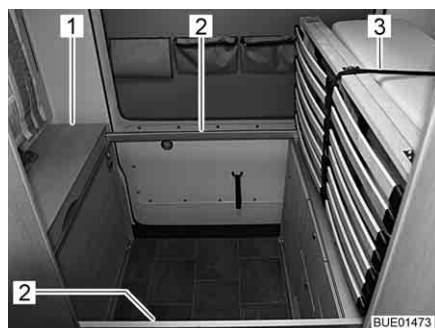
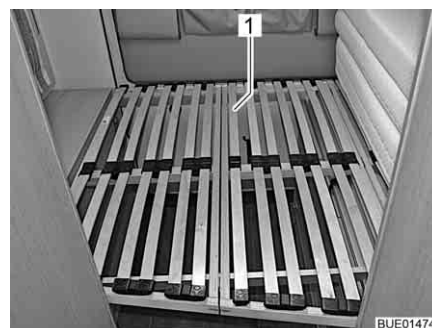

Bild 71 Hållare för hopfällbar säng
Bild 72 Ribbotten
- ▷ När locket (Bild 71,1) är stängt hålls det fast av ett magnetlås. Därför känns ett motstånd vid öppning.
- Fäll upp locket (Bild 71,1) och håll det öppet.
- Sväng ut två hållare (Bild 71,2) och lägg dem på motsatta sidan på underskåpet.
- Stäng locket (Bild 71,1).
- Öppna låset på remmen (Bild 71,3) och håll fast ribbotten under tiden.
- Fäll upp ribbotten (Bild 72,1) och lägg den långsamt på hållarna.
- Fäll ihop ribbotten (Bild 72,1), tryck den mot madrassen och fäst den med remmen (Bild 71,3).
- Sväng de två hållarna (Bild 71,2) under locket.